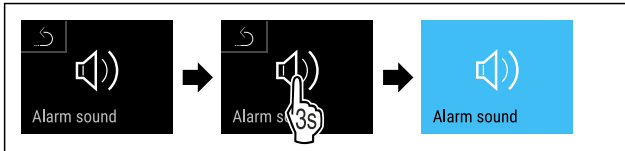

Fig. 92
- ▶ Obavite korake postupka (pogledajte Fig. 92) .